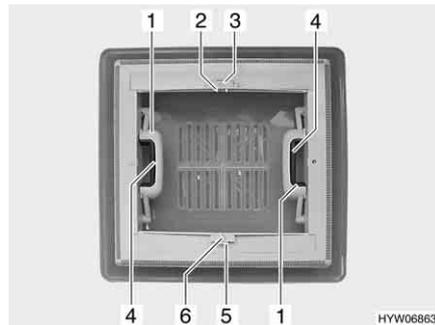

Fig. 63 Oblò a scatto
- Premere la chiusura a scatto (Fig. 63,4) verso l'interno dell'oblò. Premere contemporaneamente verso l'alto l'oblò con la maniglia (Fig. 63,1).
- Tirare con forza verso il basso le due maniglie (Fig. 63,1) dell'oblò, fino a quando non scattano entrambe le chiusure.
- Premere l'arresto (Fig. 63,5) verso il lato esterno dell'oblò.
- Tirare l'oscurante a rullo per la maniglia (Fig. 63,6) fino alla maniglia contrapposta della zanzariera a rullo (Fig. 63,2) e farla innestare.
- Serrare la maniglia (Fig. 63,2). L'arresto si sblocca.
- Ricodurre lentamente l'oscurante a rullo accompagnandolo con la maniglia (Fig. 63,6).
- Premere l'arresto (Fig. 63,3) verso il lato esterno dell'oblò.
- Tirare la zanzariera a rullo per la maniglia (Fig. 63,2) fino alla maniglia contrapposta dell'oscurante a rullo (Fig. 63,6) e farla innestare.
- Ricodurre lentamente la zanzariera a rullo accompagnandola con la maniglia (Fig. 63,2).